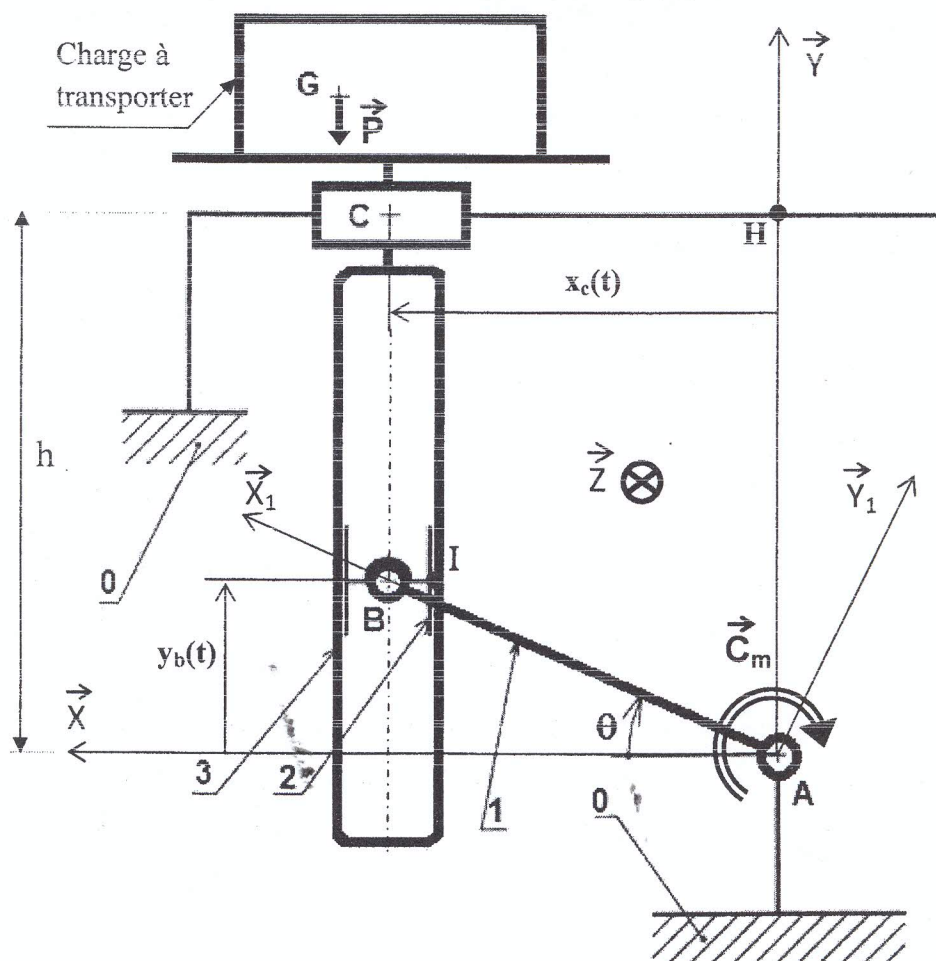

Figure 1
La figure 1 représente le schéma cinématique d'un système automatisé de transport de charges. La rotation de la manivelle (1) par rapport au bâti (0), repérée par l'angle θ , entraîne la translation selon l'axe (B, \vec{Y}) du piston (2) par rapport au porte charge (3) et par conséquent la translation selon l'axe (C, \vec{X}) de (3) par rapport au bâti (0). Les deux translations sont paramétrées par $x_c(t)$ et $y_b(t)$. La charge à transporter est appliquée au centre de gravité G.